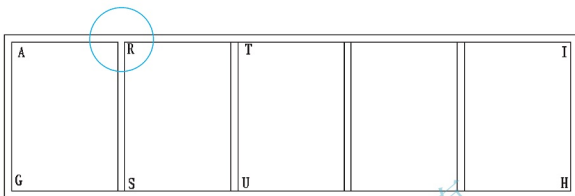

图 2.45 打开多线的 T 形接头
② 在**选择第一条多线**: 提示下, 单击选择 RS 线临近 AI 线处。
③ 在**选择第二条多线**: 提示下, 单击选择 AI 线临近 RS 线处, 则 RS 和 AI 线相交处变成如图 2.45 所示的状态。
(3) 用同样的方法编辑其他的 T 形接头处, 打开所有 T 形接头。